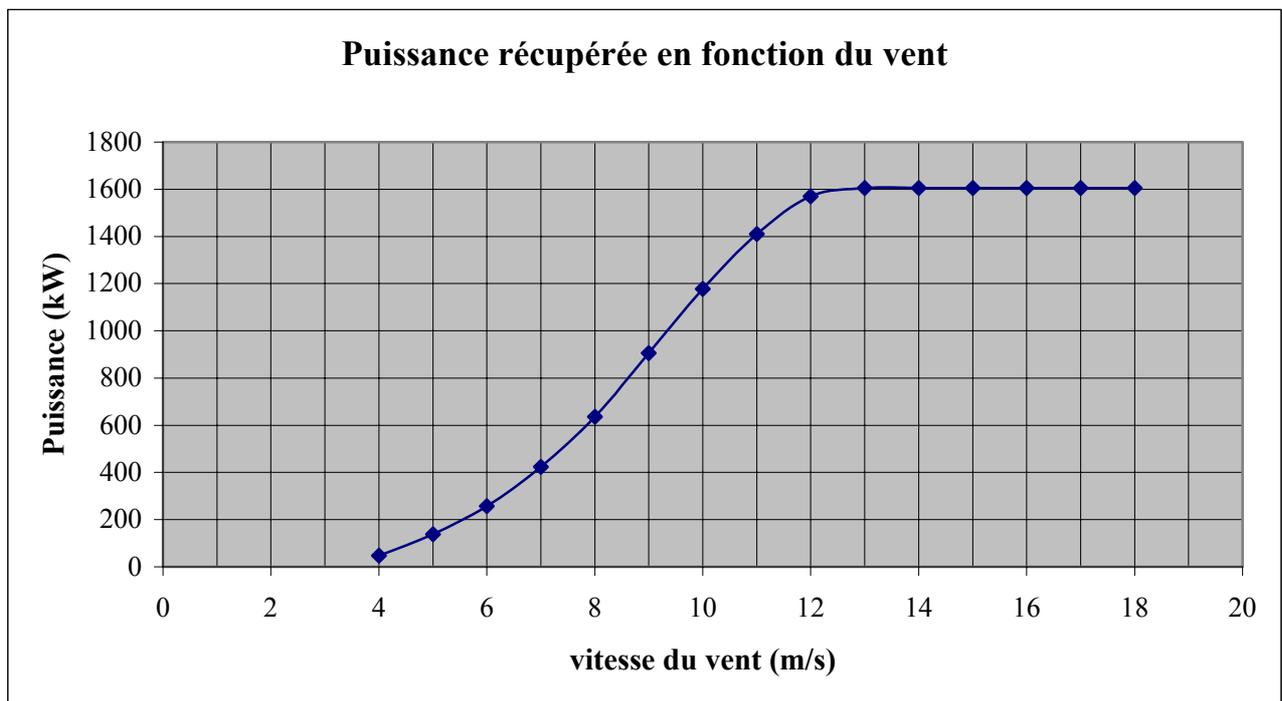

Figure A.2
- La loi puissance récupérée par les 3 pales en fonction de la vitesse du vent est donnée par la figure A.2 (le rendement du multiplicateur et de la génératrice ne sont pris en compte dans cette figure).